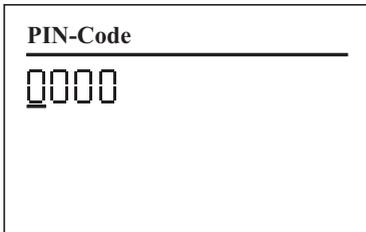

Fig. 6: Vue **PIN-Code**
1. Ouvrez la vue **PIN-Code** (fig. 6).